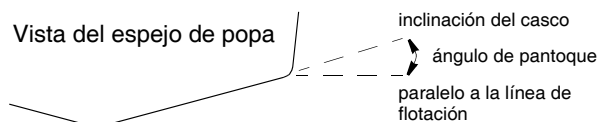

Figura 2. Ángulo de pantoque del casco
**Verifique que el modelo del transductor se corresponda con el ángulo de pantoque** del barco en el lugar en que se monte. Compruebe el ángulo de inclinación indicado en la parte superior de inserto del transductor (figura 1). Para medir el ángulo de pantoque del casco en el lugar escogido para el montaje, utilice un transportador de ángulos o un nivel digital (Figura 2).